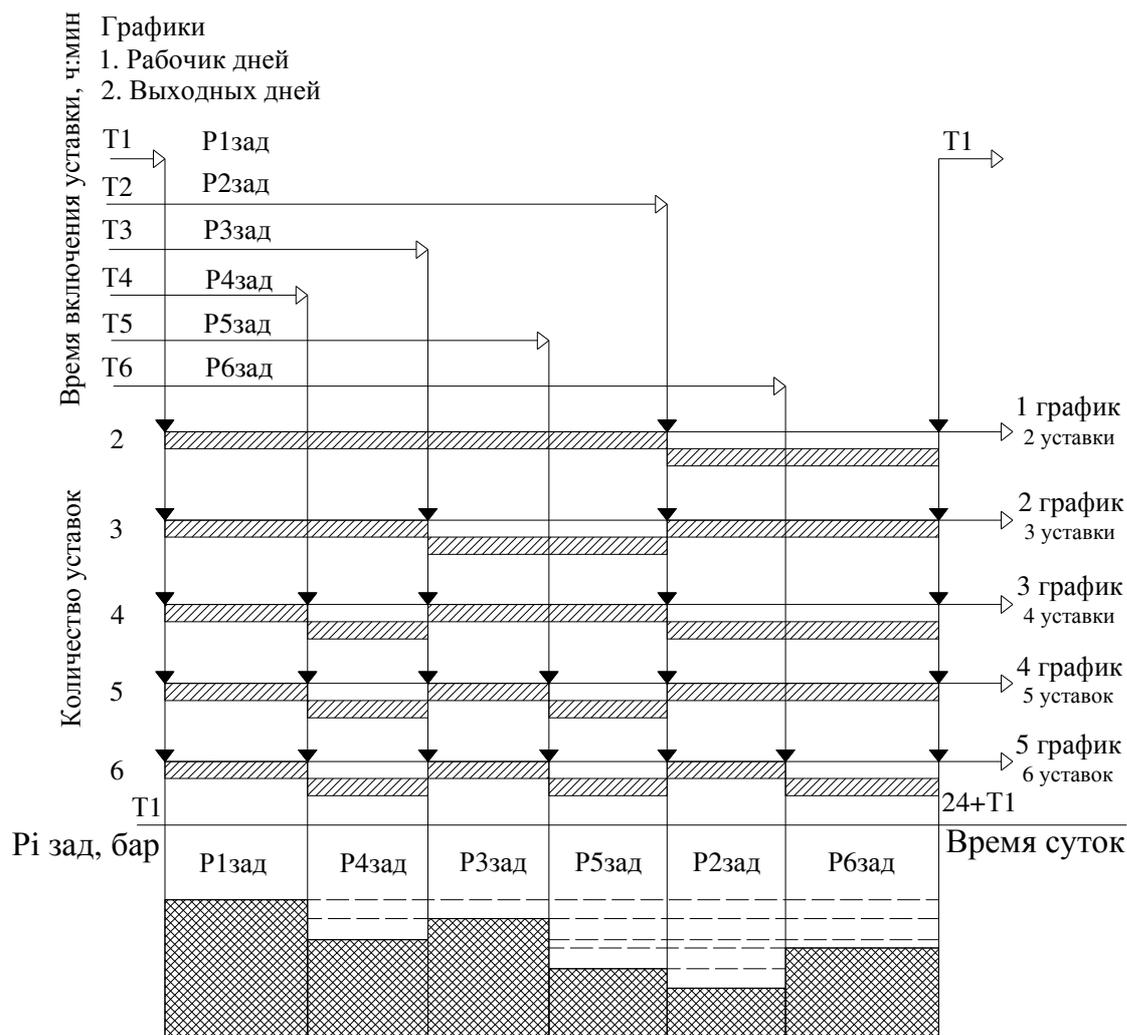

Рис. 5.1. Формирование суточных графиков уставок
**5.1.2. «Графики»** - работа комплекса регулирования по поддержанию заданных уставок согласно запрограммированному временному графику. Графики определены зависимостью последовательности исполнительных уставок (Рзад) от времени их включения. Формирование графиков уставок представлено на рис. 5.1.
каждого дня недели. Программирование количества уставок осуществляется для 4-недельного цикла. Принцип формирования графиков в зависимости от количества уставок представлен на рис. 5.1.
При программировании графиков уставок необходимо помнить, что моментом смены уставок является время включения следующей по порядку уставки графика. Исходя из этого, время включения уставок в порядке их возрастания от 1 до 6 следует программировать таким образом, чтобы время включения каждой последующей уставки располагалось между предыдущими уставками (рис. 5.1.). Комплекс регулирования подключает заданные уставки по порядковому номеру от 1 до 6 в пределах их заданного количества.
При программировании количества уставок 3 для другого дня недели система управления обеспечит включение уставки Р3 между уставками Р1 и Р2. Для рис. 5.1 - выполнение графика 2.